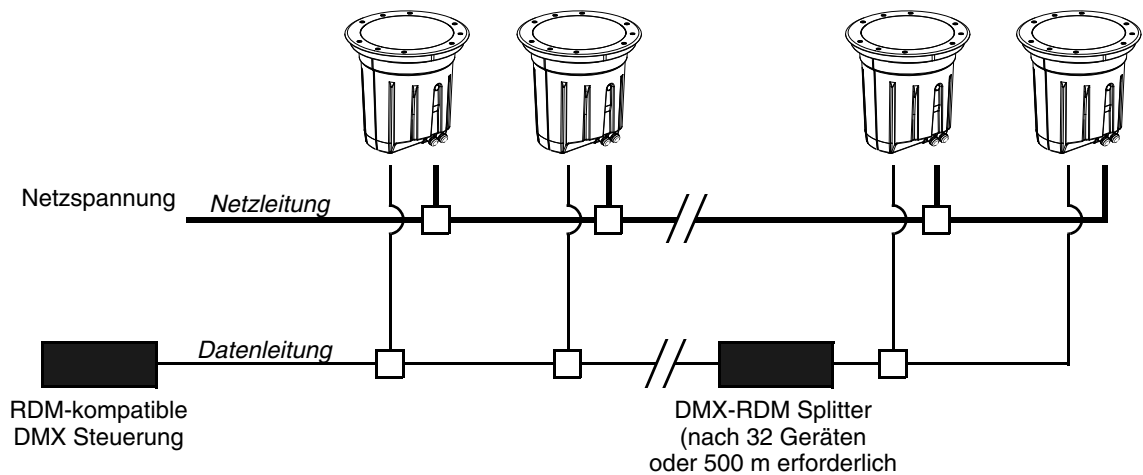

Bild 18: Verkabelungsschema
Bild 18 zeigt das Schema der Verkabelung einer Installation mit Inground 400 Scheinwerfern.
- Bild 18 zeigt ein DMX Universum. Wenn die Geräte einer Datenlinie alle 512 Kanäle eines DMX Universums belegen, müssen Sie analog zu Bild 18 ein neues DMX Universum mit eigener Datenleitung und eigenem DMX Datenausgang an der DMX Steuerung bilden.
Bild 18 auf Seite 22 zeigt das Verkabelungsschema. Bitte wenden Sie sich an Ihren Martin® Händler, wenn Sie Hilfe zur Planung und Ausführung der Installation benötigen.